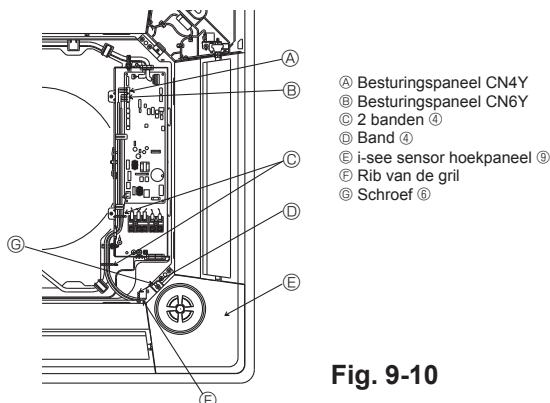

Fig. 9-10
⑤ Ontvanger (alleen voor het paneel van de PLP-6BALM, PLP-6BALME)
⑥ i-see sensor (alleen voor het paneel van de PLP-6BAE, PLP-6BAMDE, PLP-6BALME)
9.6. Installatie van het i-see sensor hoekpaneel (Fig. 9-10)